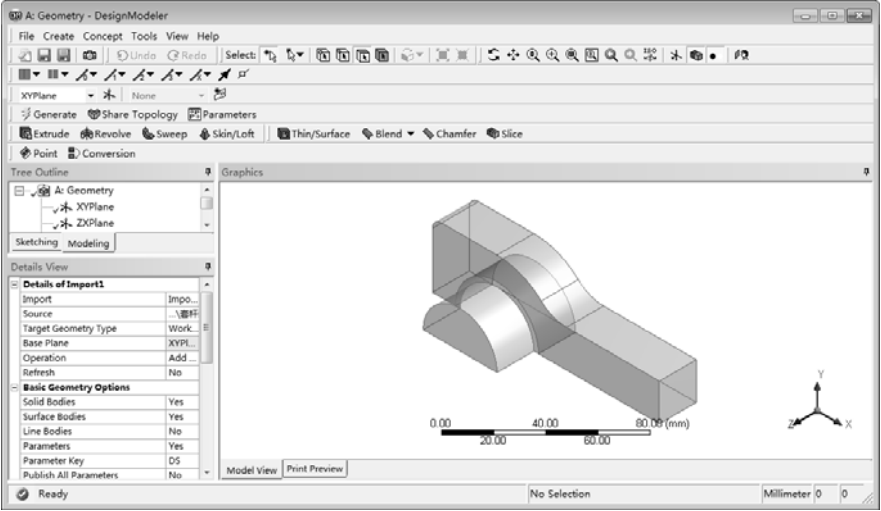

图 8-50 生成几何图形后的 DesignModeler 界面
4) 进入 DM 后，设计树中【Import1】节点前面显示 ，表示需要生成，图形窗口没有图形显示，单击  按钮，生成几何体，即可在窗口右侧显示出几何图形，如图 8-50 所示。